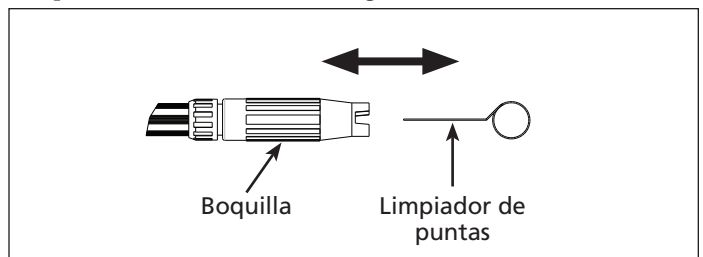

Figura 23
- Usando el limpiador de puntas que se incluye, o un sujetador de papeles desdoblado, introduzca el alambre en el orificio de la boquilla y muévelo hacia adelante y hacia atrás hasta quitar la obstrucción (vea la figura 23).